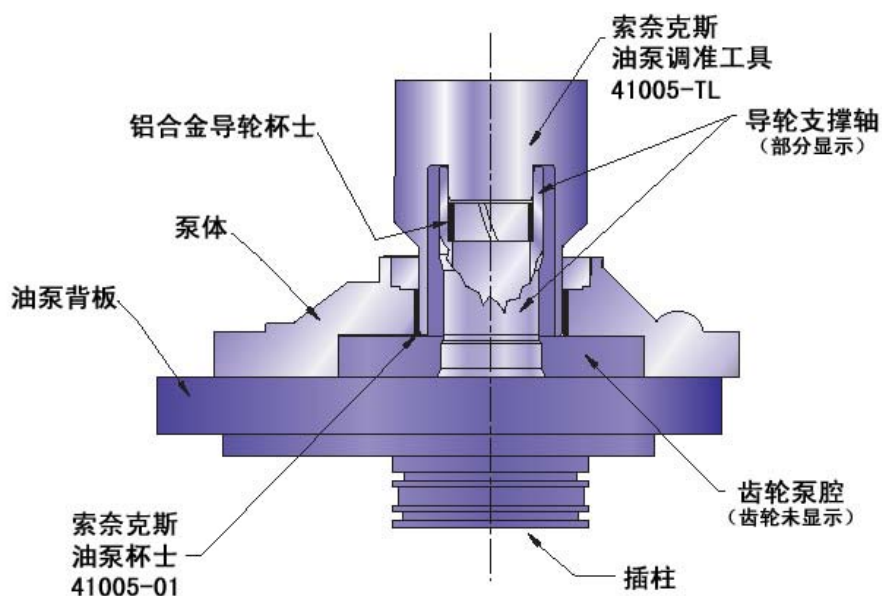

图 1
2. 用一层薄的 ATF 油或 Translube™ 来润滑索奈克斯调准工具的较小圆柱端末尾的 3/4 英寸处, 以及油泵导轮支撑轴内壁的开头 1/2 英寸处 (见图 1)。